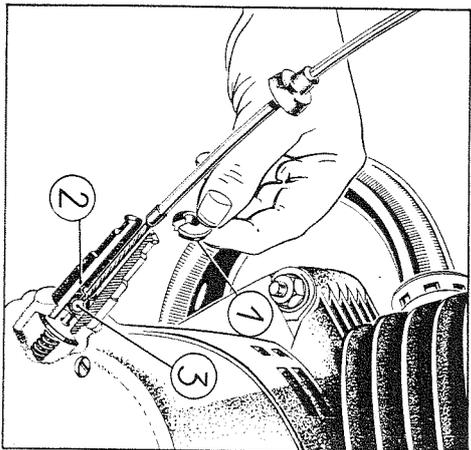

Fig. 17. Remplacer le câble Bowden de commande de l'embrayage de la TS 250/1. (Pour plus de clarté, la douille est représentée en coupe)
(1) (fig. 17). Après avoir dévissé la douille (2), on pourra chasser par pression le raccord (3) de la tringlerie d'embrayage, vers le côté, et remplacer le câble Bowden. Le montage du câble neuf se fait en ordre inverse.